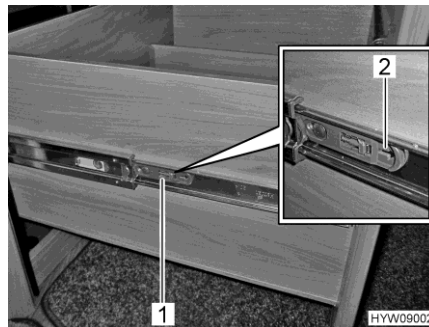

Bild 130 Thekenschublade
- Auf beiden Seiten der Thekenschublade die Lasche (Bild 130,1) in Pfeilrichtung (Bild 130,2) ziehen. Die Thekenschublade kann dann über ihren Anschlag hinaus herausgezogen werden.